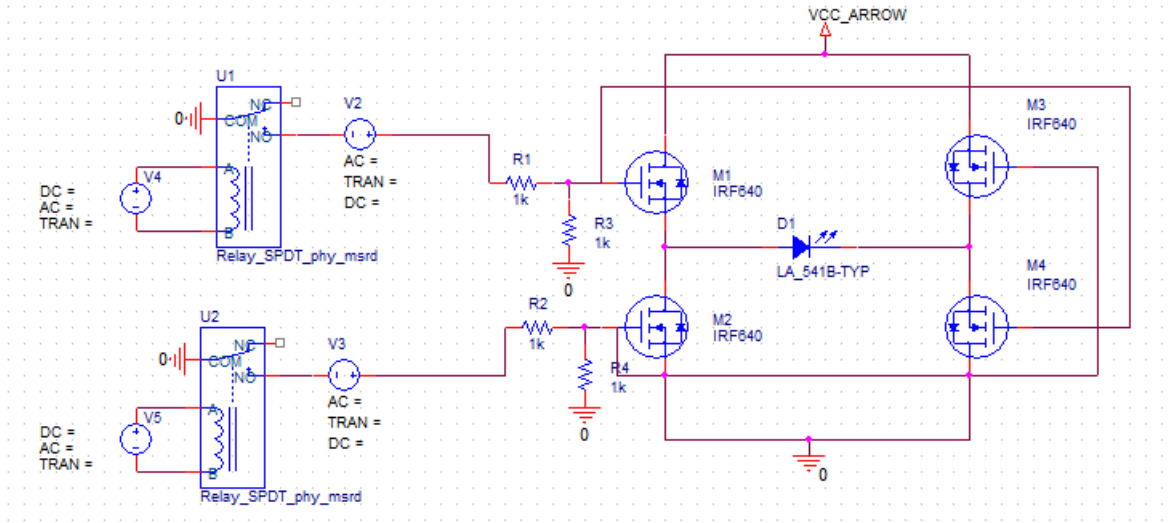

Figura 1: Esquema
1. Arma el esquema que se muestra en la figura 1. Ten en cuenta que el diodo led representa el motor, ya que el programa orcad no cuenta con este dispositivo.